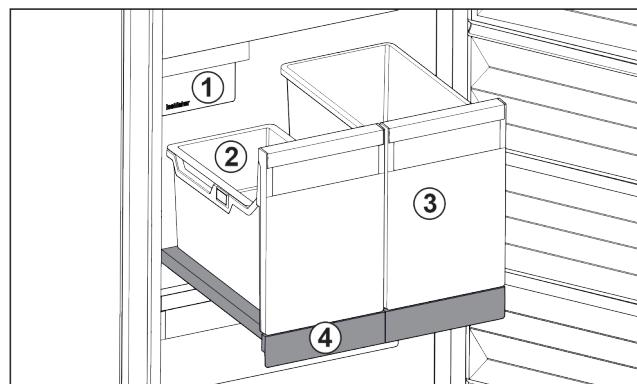

Fig. 27 Izvlečna polica z IceTower
Na izvlečni polici sta dve visoki posodi (IceTower). V posodi Fig. 27 (2) se zbirajo in skladiščijo ledene kocke iz IceMaker. Posoda Fig. 27 (3) je primerna za shranjevanje višjih živil, kot so pice ali alkoholne pijače.